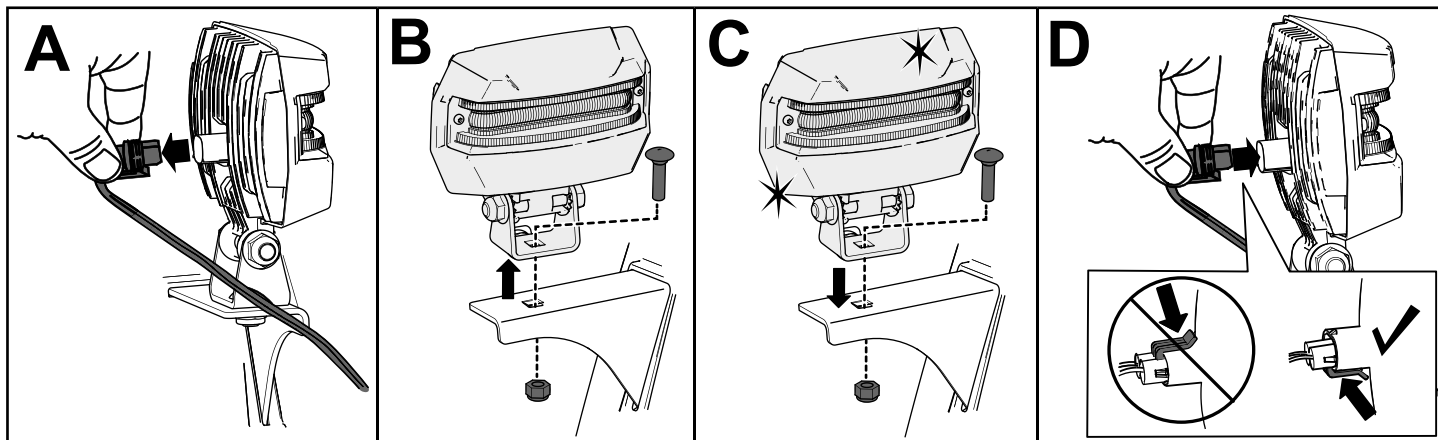

Figura 42
1. Detașai cablul de pe partea din spate a farului (A din Figura 42).
2. Scoateți urubul și piulia care fixează farul pe suportul acestuia și îndepărtați farul vechi (B din Figura 42).
3. Fixați farul nou pe suport cu urubul și piulia pe care le-ați demontat la pasul anterior (C din Figura 42).
4. Introduceți cablul în spatele farului până când se fixează în poziție (D din Figura 42).